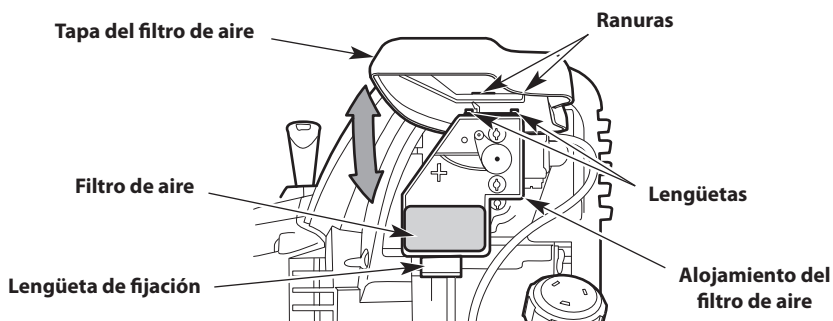

Fig. 26
1. Abra la cubierta del filtro de aire: oprima la lengüeta de fijación y gire la cubierta del filtro de aire hacia arriba (Fig. 26).
2. Extraiga el filtro de aire de su alojamiento (Fig. 26).
6. Vuelva a instalar el filtro de aire en su alojamiento (Fig. 26).
7. Cierre la cubierta del filtro de aire: inserte las lengüetas de la alojamiento del filtro de aire dentro de las ranuras de la cubierta del filtro de aire. Gire la cubierta del filtro de aire hacia abajo y oprímala para cerrarla hasta que la lengüeta de fijación entra a presión en su lugar (Fig. 26).